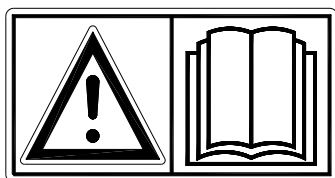

Fig. 1
**Leggere e comprendere** (fig. 1) il manuale prima di iniziare a usare la Speedseed Walk Behind. Se la macchina non viene utilizzata come descritto nel manuale, vi può essere un pericolo di lesione e/o danno alla Speedseed Walk Behind.
- (1) La Speedseed Walk Behind è intesa unicamente per la lavorazione di manti d'erba o aree dove dovrebbe crescere l'erba.